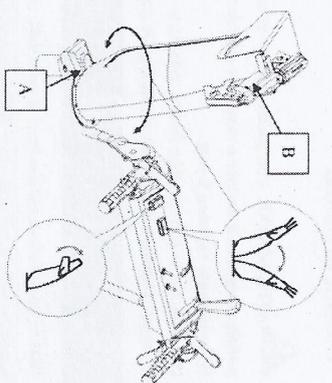

Figura 7
1. Premere l'interruttore del deflettore sciolo nella posizione in ALTO, mantenere la posizione per creare un flusso maggiore e una distanza maggiore (B, Figura 7).
1. Premere l'interruttore di rotazione scivolo nella posizione in ALTO (UP), mantenere la posizione e ruotare lo scivolo verso sinistra (A, Figura 7)